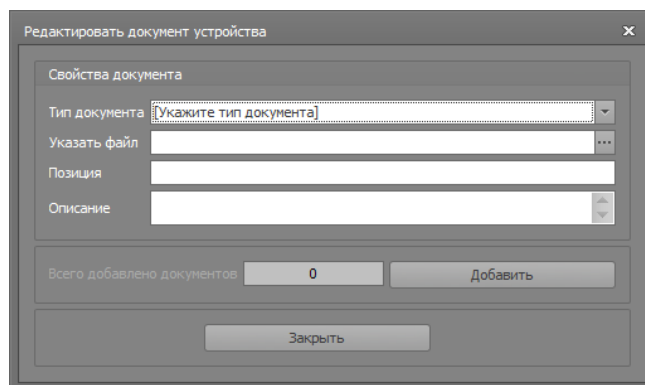

Рисунок 66
- В открывшемся окне (Рис. 66) –**Редактировать документ устройства**